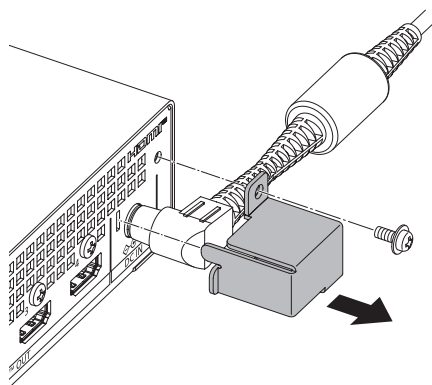

図 1
1) 電源コードと AC アダプターを接続する (図 1)
1) AC アダプター抜け防止金具を外す (図 1)